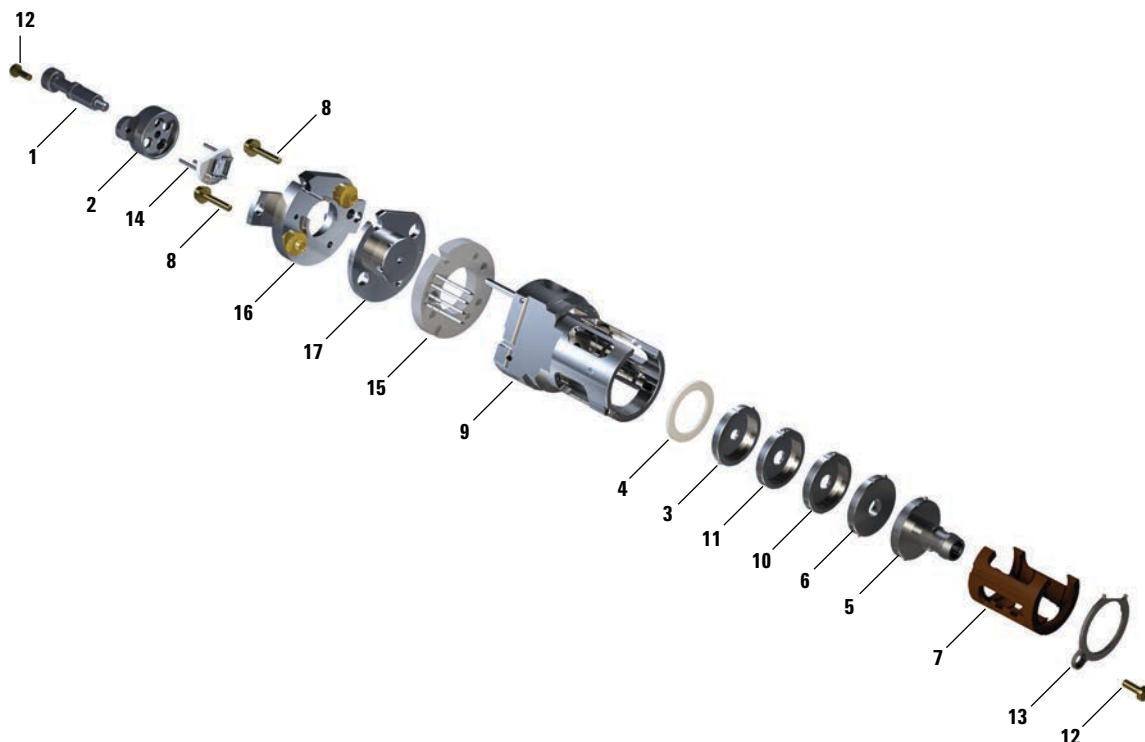

図 41 EI HES の組み立て
以下の手順を行う際には、図 41 の部品分解図および 141 ページの 表 17 の EI HES 部品リストを参照してください。
- 3 インシュレータに入ったレンズをイオン源本体に挿入します。(141 ページの図 41 を参照してください。) 刻印された番号が、イオン源本体の端まで伸びる完全開口部の方に向きます。セラミックがイオン源本体の端に納まっていることを確認します。
表 17 EI HES の部品リスト (図 41)
表 17 EI HES の部品リスト (図 41) (続き)